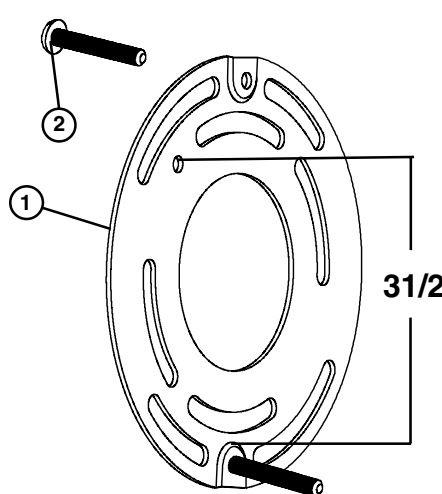

Figure 2
2. **Prepare Mounting Plate for mounting** by installing Screws #8-32x1-1/8" (2) into Mounting Plate (1) as shown in **Fig 2.**
2. **Prepare la Placa de Montaje para montaje** instalando Tornillos #8-32x1-1/8" (2) en la Placa de Montaje como mostrado en la **Fig. 2.**